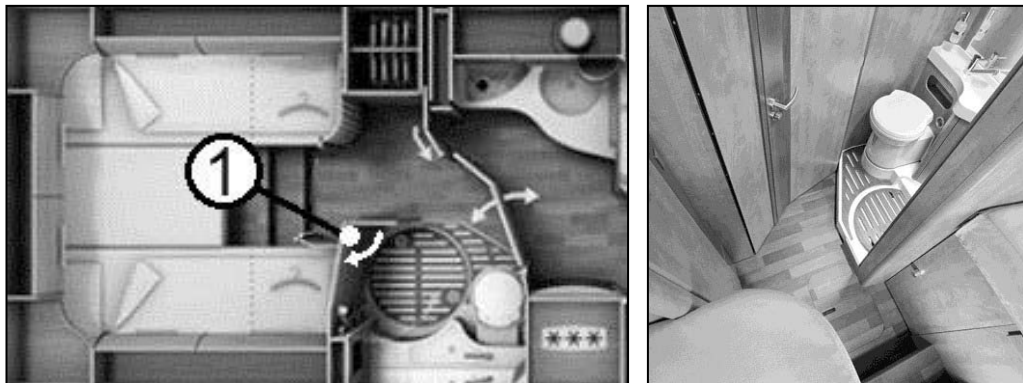

Fig. 84 Création d'un dressing au niveau de la salle de bains combinée
5. Fixer les portes de la cabine de douche à la paroi à l'aide du bouton-pression (Fig. 84/1).